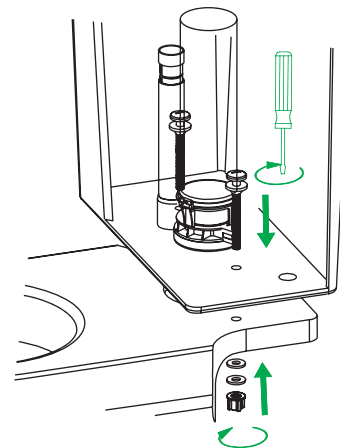

Рис. 10 / 10-сур.
4. Вставьте болты в отверстия бачка и чаши унитаза и закрепите бачок на унитазе (рис. 10). **Внимание: затягивание пластмассовых гаек нужно производить равномерно с двух сторон, не допуская перекосов бачка и не используя гаечные ключи.** Для упрощения крепления бачка к унитазу и регулировки коромысла рекомендуем отсоединить корпус выпускного клапана от седла, повернув его против часовой стрелки.